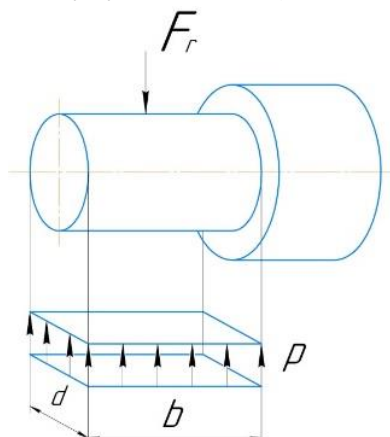

Рисунок 2.
2. Определить ширину подшипника скольжения для вала червячного колеса редуктора (рисунок 2) и окружную скорость цапфы, если ее диаметр $d = 60 \text{ мм}$, частота вращения вала $n = 83 \text{ об/мин}$, радиальная нагрузка $F_r = 9540 \text{ Н}$. Материал вкладыша чугун АЧС-1 ($\vartheta = 0,2 \text{ м/с}$).